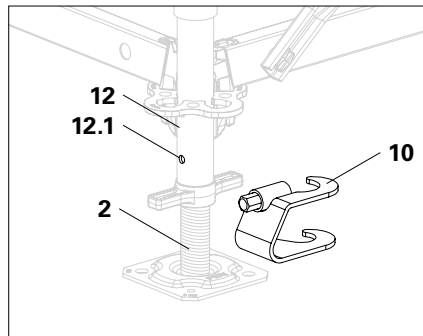

Abb. A1.13a
1. Spindelsicherung UJS (**10**) von der Seite auf Fußspindel (**2**) und Basisstiel aufsetzen. Wirbelmutter (**2.1**) muss sich innerhalb der Spindelsicherung UJS befinden. (Abb. A1.13a)